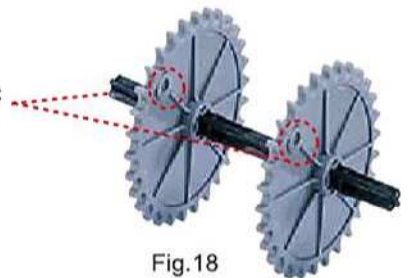

Fig.18
- Les engrenages doivent être bien symétriques (les trous doivent être face à face, voir figure 18). Vérifie aussi que les deux roues tournent bien à la même vitesse, sinon le moteur aura des difficultés à entraîner le véhicule.